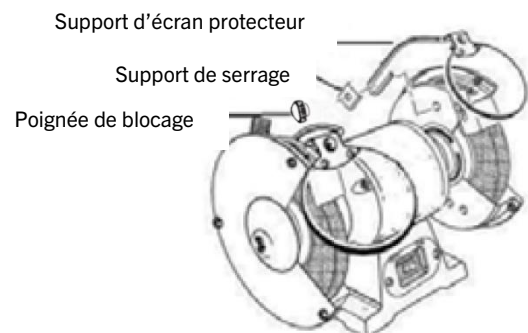

Fig. 3
- Montez la tige de la visière gauche et droite (8) à l'intérieur des garde meules à l'aide des supports de serrage et de la poignée de blocage.
- Utilisez l'illustration (Fig.3) comme guide pour déterminer quelle tige de visière est montée à gauche et quelle tige de visière est montée à droite de la meuleuse.